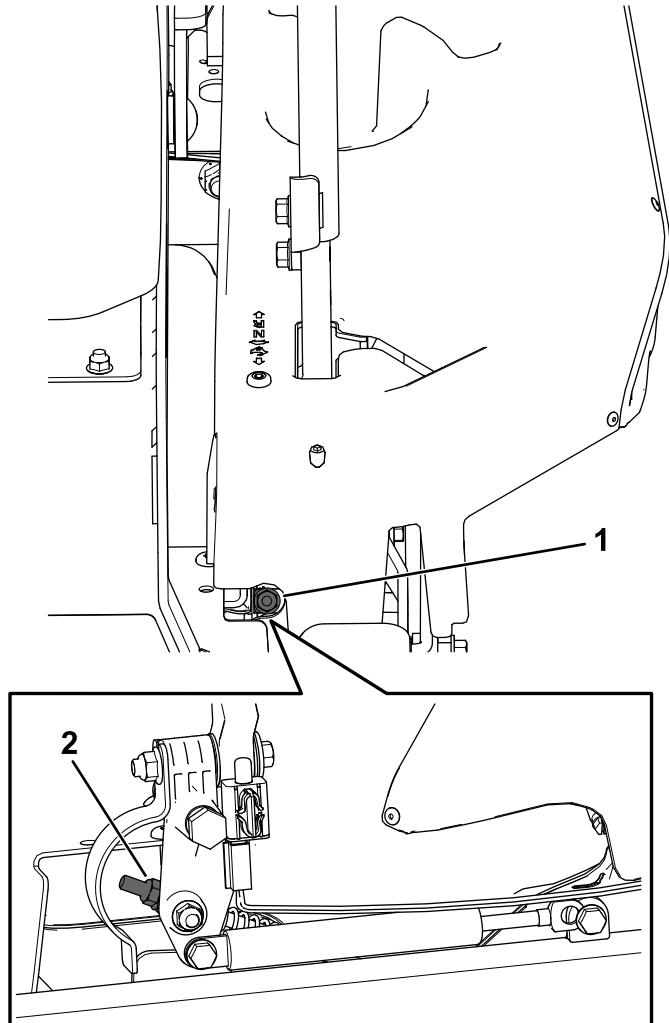

Figure 72
10. Réglez la longueur des tiges de pompes en tournant l'écrou dans le sens voulu jusqu'à ce que les roues tournent légèrement en marche arrière (Figure 72).